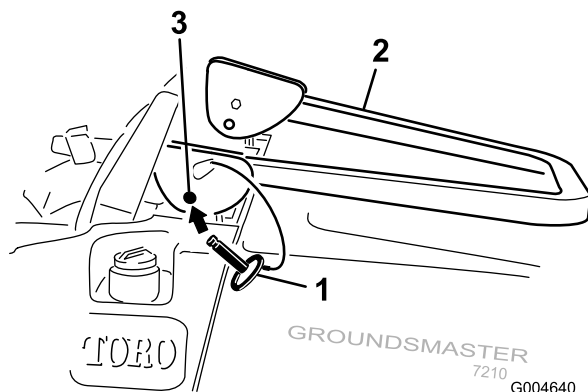

Figure 11
2. Faites pivoter l'arceau de sécurité à la position abaissée (Figure 11).